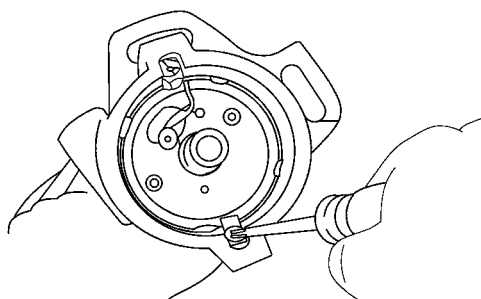

图 5-22 拆下断路器板
(5) 拆下断路器板。旋下两个螺钉, 拆下引出线和平板垫圈、拉出断路器板, 如图 5-22 所示。